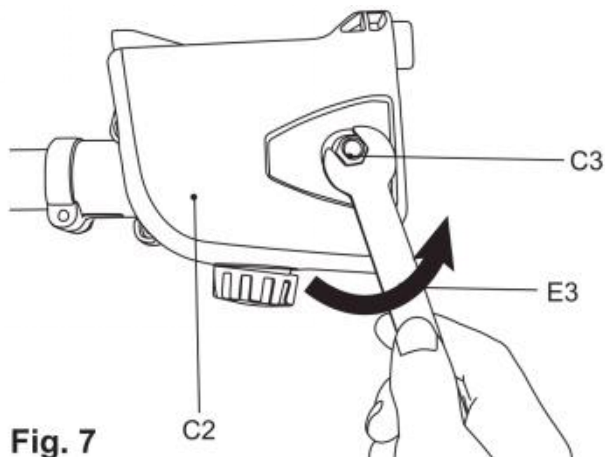

Fig. 7
- 3) Odkręcić nakrętkę zabezpieczającą (C3) w kierunku przeciwnym do ruchu wskazówek zegara za pomocą klucza montażowego (E3), a następnie zdjąć pokrywę boczną (C2). (Rys. 7)